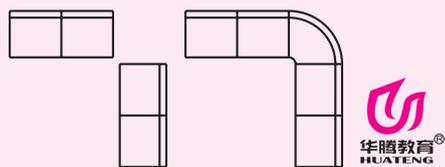
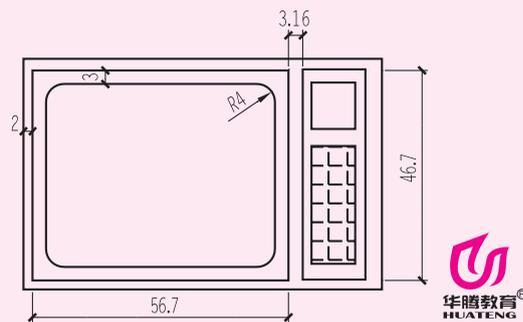
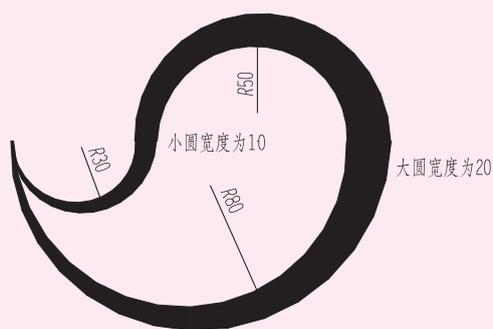

图 2-51 沙发
图 2-52 电视机
图 2-53 水滴
2. 绘制图 2-51、图 2-52 及图 2-53 所示的图形。